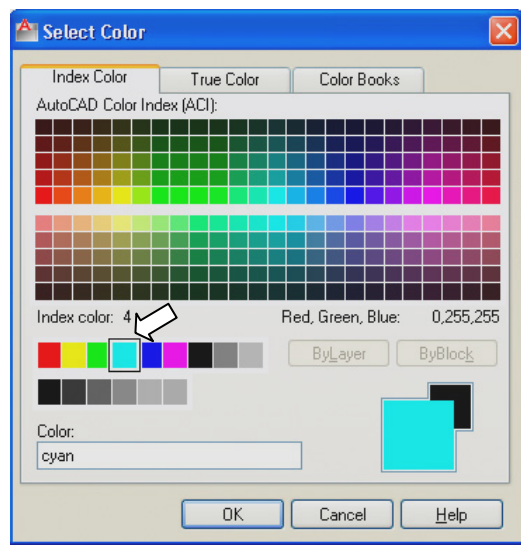

Рис. 4.9. Диалоговое окно установки цвета объектов на слое «Штриховые»
4. Щелкните в ячейке, расположенной на пересечении столбца **Color** (Цвет) и строки созданного слоя. Появится диалоговое окно **Select Color** (Выбор цвета) (рис. 4.9). Выберите цвет объектов на слое и щелкните на кнопке **OK**. Для слоя «Штриховые» выберите цвет **Cyan** (Голубой). Код цвета высвечивается в диалоговом окне установки цвета объектов в специальном окне **Index Color**, расположенном над палитрой основных цветов (см. рис. 4.9).
Раскрывающийся список **Layer Control** (Управление слоями) панели инструментов **Layers** (Слой) (рис. 4.9) позволяет изменять состояние слоя. В каждой строке этого списка содержится четыре пиктограммы, характеризующие состояние слоя, и один закрашенный прямоугольник, указывающий на его цвет. Справа от цветного прямоугольника выводится имя слоя. Список нельзя использовать для создания нового слоя.
Сделайте текущим слой «Штриховые», раскрыв список **Layer Control** (Управление слоями) панели инструментов **Layers** (Слои) и щелкнув по соответствующему названию слоя (см. рис. 4.9)
Сделайте текущим слой «Текст», раскрыв список **Layer Control** (Управление слоями) панели инструментов **Layers** (Слои) и щелкнув по соответствующему названию слоя (см. рис. 4.9)